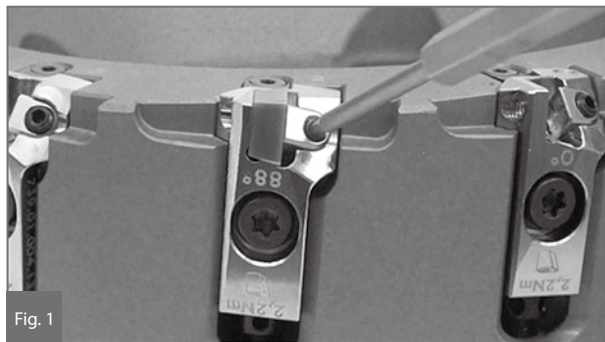
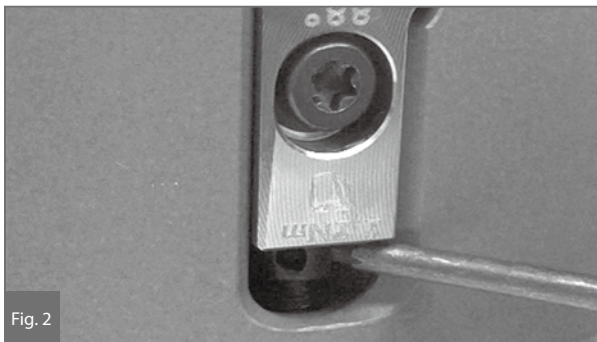

Fig. 1
Fig. 2
- ① カートリッジにチップを装着する（締付トルク：2.2N・m） [Fig. 1]
- ② カートリッジクランプねじを緩め、軽く締める（仮締め）
- ③ 88°仕上げカートリッジの刃先高さ調整を行う
1. カッタ側面の調整ねじを使い、全ての刃先を同じ高さに調整（5μm以内目安） [Fig. 2]